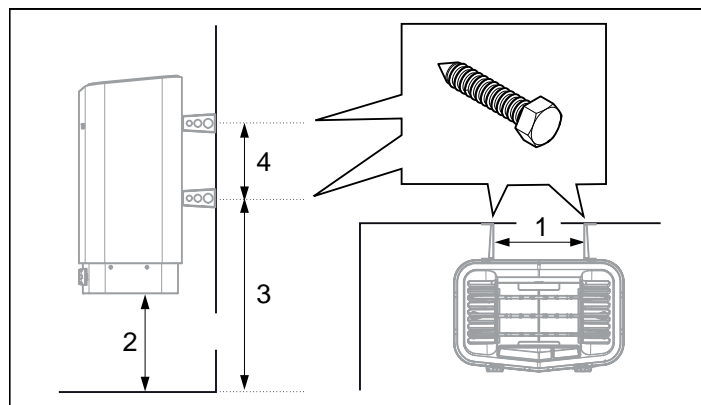

Рисунок 8: Определение размеров
6. Разместите винты кронштейнов согласно указанным размерам см Рисунок 8, страница 19.